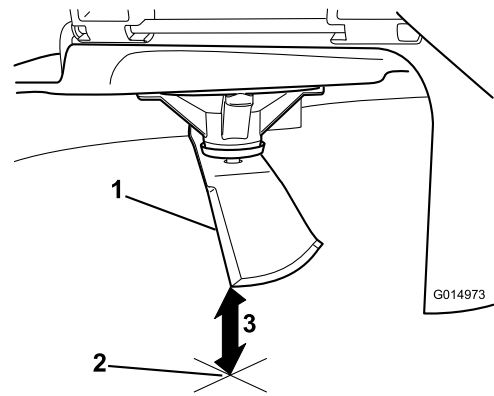

Figura 88
3. Mida desde la punta de la cuchilla hasta la superficie plana (**Figura 88**).